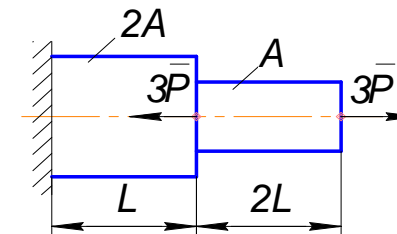

Рис.2.24
2.54. Изменение длины ступенчатого бруса (E – модуль Юнга) равно [простой выбор] (рис. 2.24):